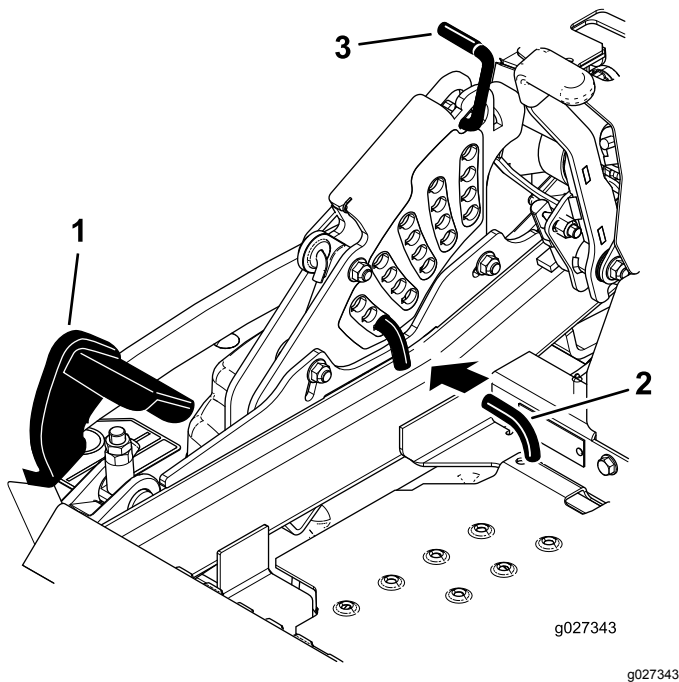

Figura 26
2. Premete il pedale di sollevamento del piatto di taglio e sollevate il piatto in posizione di trasporto (oltre la posizione dell'altezza di taglio di 140 mm); come illustrato nella Figura 26.
3. Per regolare, ruotate il perno di 90 gradi e togliete il perno dalla staffa dell'altezza di taglio (Figura 26).
4. Nella staffa dell'altezza di taglio scegliete un foro corrispondente all'altezza richiesta, ed inserite il perno (Figura 26).